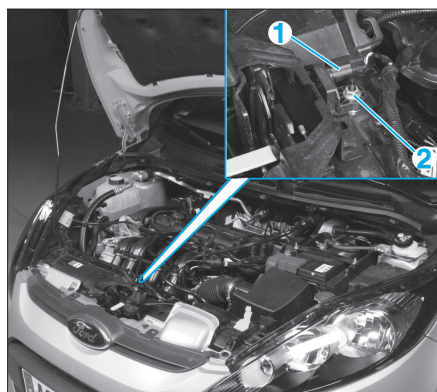

Fig. 17
• Débrancher le connecteur (1) (Fig.17).
• Déposer la vis (2).